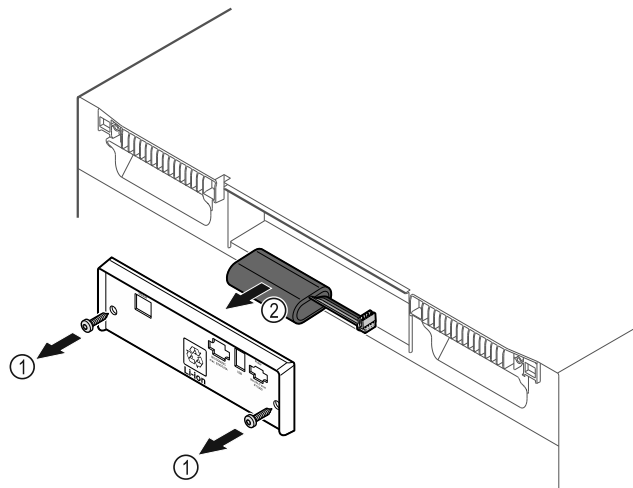

Fig. 202
- Odvijte vijake in odstranite pokrov na zadnji strani naprave Fig. 202 (1).
- Snemite in odstranite baterijo Fig. 202 (2).